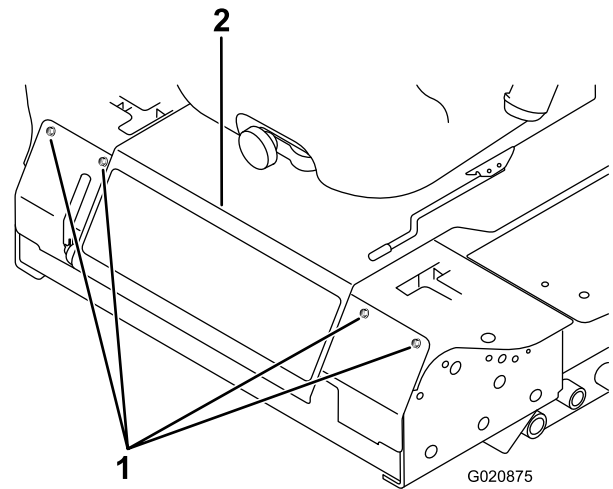

Figura 79
- Afloje los pernos del panel delantero y retire el panel (Figura 79).